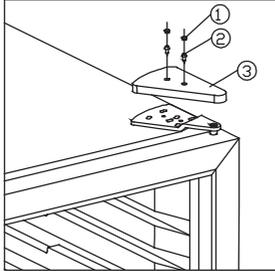

fig. 5.1
- Fjern gummipropperne (1). Se fig. 5.1
- Fjern skrue(r)ne (2) og fjern hængselsafdækningen (3)